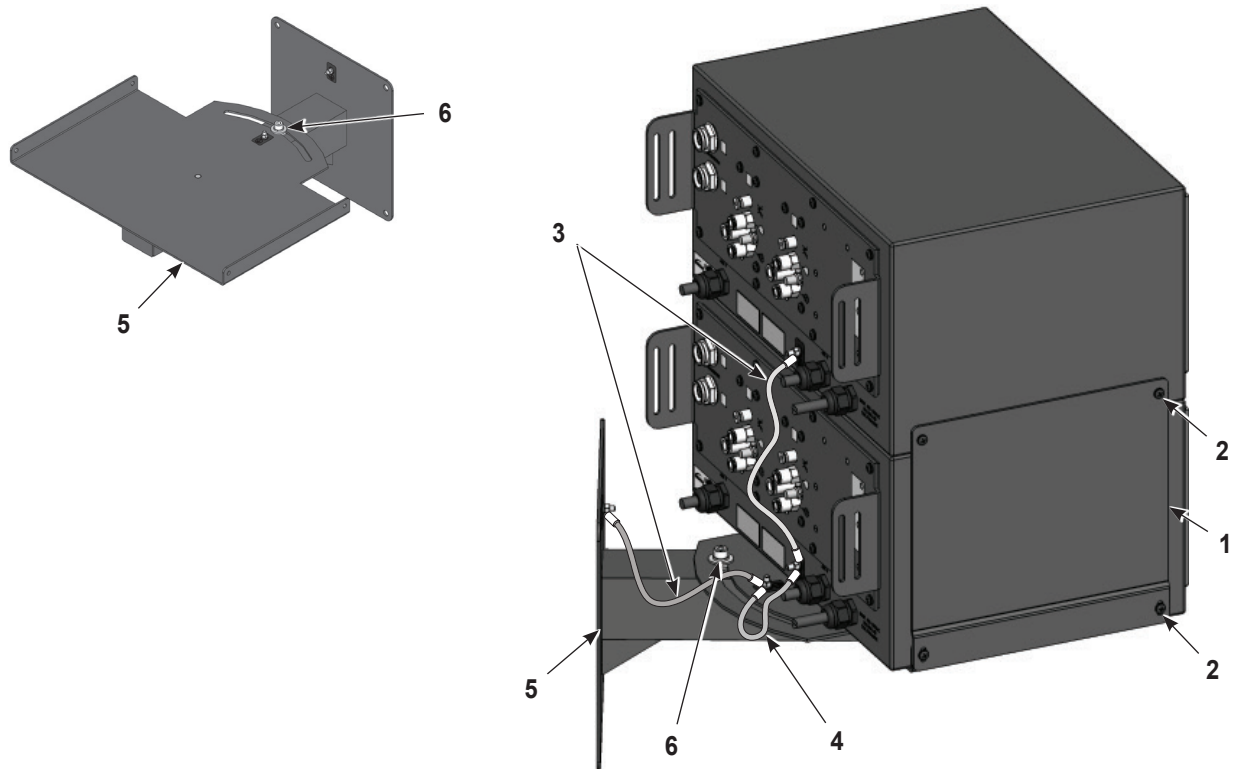

Abbildung 3-3 Doppelapplikatorsteuerung mit optionaler Wandmontagehalterung
1. Siehe Abbildung 3-3. Die Wandmontagehalterung (5) an einer senkrechten Fläche installieren, die das Gewicht der Steuerung(en) und der Montagehalterung tragen kann. Geeignete Befestigungselemente verwenden.
3. Wenn nur eine Steuerung installiert wird, diese mit vier M5 x 12 Flachkopfschrauben (2) an den Halterungsflanschen befestigen.
4. Wenn zwei Steuerungen installiert werden, mit vier M5 x 12 Flachkopfschrauben (2) die Langlochenden der Stapelhalterungen (1) und die Steuerung am Träger installieren. Die Schrauben nicht fest anziehen.
6. Mit einem 12-Zoll-Erdungsleiter (3) die obere Steuerung an der unteren erden. Mit einem 4-Zoll-Erdungsleiter (4) die untere Steuerung am Träger der Wandhalterung erden. Mit dem anderen 12-Zoll-Erdungsleiter den Träger an der Halterungsplatte anschließen.
7. Die Trägerschwenkschraube (6) lösen, um den Träger in die gewünschte Position zu drehen, dann die Schraube festziehen.